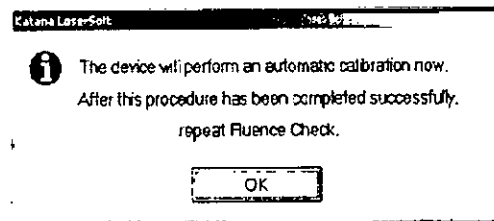

Fig. 11
- mostrará el cuadro de mensaje en la Fig. 11 y después de presionar Aceptar (OK), se inicia un procedimiento de calibración automática (en este caso se le pedirá repetir la comprobación de fluencia al finalizar la calibración automática).